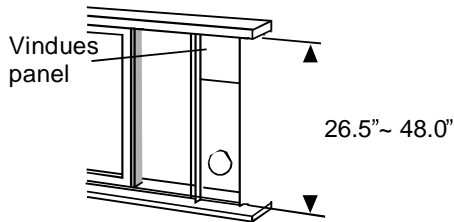

Fig.13
2. Påsæt vindueglider-sættet på sålbænken. Justér vindueglider-sættet ifølge bredden af vinduet, forkort det justerbare vinduessæt hvis bredden af vinduet er mindre end 67,3 cm. Åbn vinduesrammen og placér vinduetglide-sættet på sålbænken. Se Fig.13.